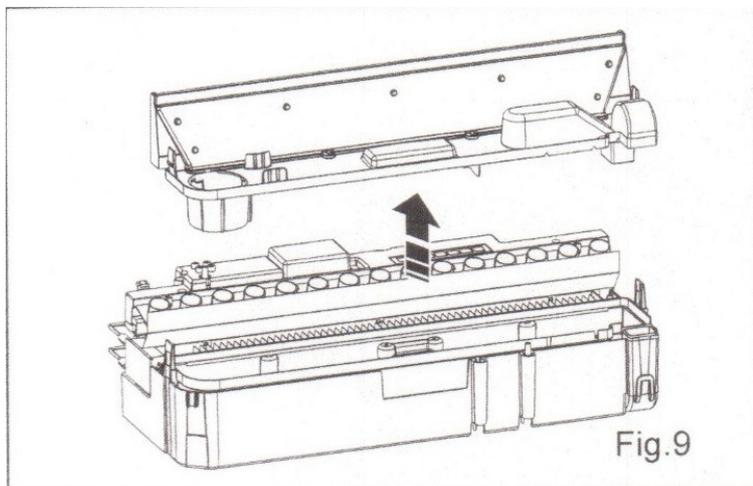

Fig.9
1. Das Feuerbett anheben und der Schalter 'A' auf die Position 'Aus' (Abb. 9) stellen.